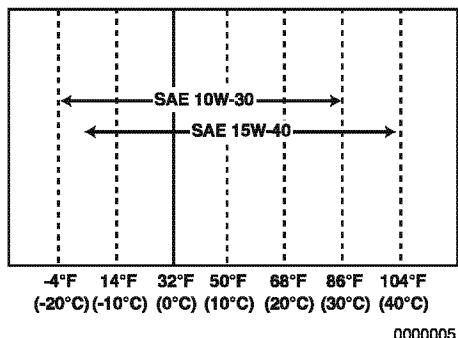

Figure 5
- Sélectionnez la viscosité de l'huile en fonction de la température ambiante de l'endroit où le moteur est utilisé. *Voir Viscosité de l'huile pour moteur Figure 5.*
- Sélectionnez la viscosité de l'huile pour moteur appropriée en fonction de la température ambiante présentée dans le graphique de la viscosité de SAE Service (Figure 5).